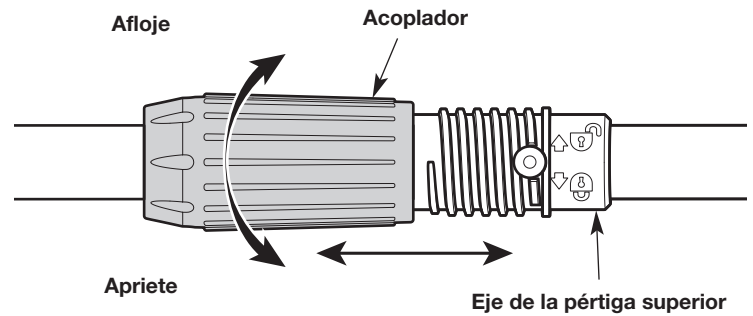

Fig. 2
3. Deslice el acoplador en el eje de pértiga superior. Rote el acoplador en sentido de las agujas del reloj para enroscarlo firmemente en el eje de pértiga superior. (Fig. 2).
1. Rote el acoplador en sentido contrario a las agujas del reloj para desenroscarlo del eje de pértiga superior (Fig. 2).